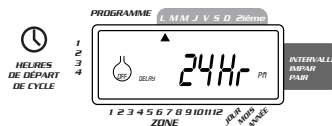

FIGURE 15: Affichage illustrant le mode Délai pluie
- Pour effacer le mode délai pluie, appuyer sur **EFFACER** [Voir Figure 15].